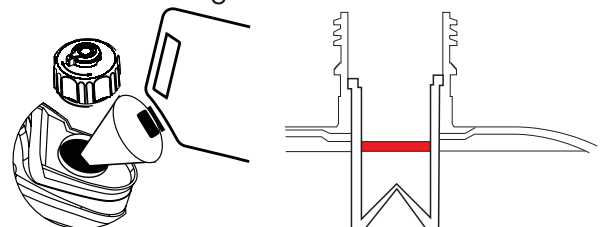

Figure 5: Maximum Gasoline Fill Level
6. Ajoutez lentement de l'essence dans le réservoir de carburant, en faisant très attention de ne pas trop remplir le réservoir. Le niveau d'essence ne doit PAS être supérieur à l'anneau rouge (voir Figure 5).